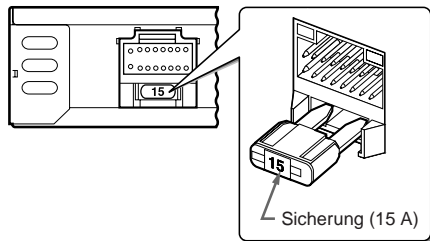

Abbildung 10
4. Wenn eine Sicherung ausgetauscht werden muß, die Sicherung (15A) an der Rückseite der Tuner-Verstärkereinheit herausziehen und eine neue einsetzen (Abb.10).